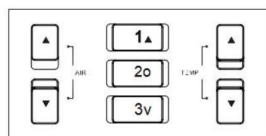

FIG. 1-4
1. Ajuste el volumen de aire: Presione el botón "▲" o "Tecla ▼" (ver FIG 1-4). Mantenga presionada la tecla durante 3 segundos. de ajuste rápido de aire. Deje de presionar la tecla durante 3 segundos para guardar la configuración. automáticamente.